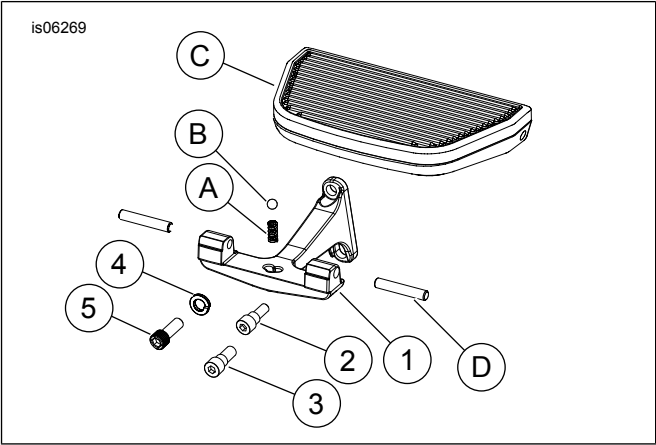

Figura 2. Peças de reposição: Suporte cromado do estribo do passageiro
Veja Figura 2 e Tabela 1.
1. Veja Figura 2 e Tabela 1. Com o estribo do passageiro (C) na posição para baixo, puxe o lado interno do coxim de borracha do estribo para fora do estribo para expor os pinos de articulação (D).
2. Puxe um pino de articulação para fora do furo do suporte articulado no compartimento central da base do estribo, remova o pino e deixe-o separado. Repita para o segundo pino. Tomando cuidado para não perder a esfera de retenção com mola (B) na parte inferior, separe o conjunto do estribo. Remova a esfera de retenção e a mola (A), e separe-as.
1. Veja Figura 2. Insira o parafuso com rebaixo (2) ou (3) através da ranhura no suporte do estribo (1). Aperte com torque de 5–8 N·m (48–72 in-lbs).
- a. **Modelos ano 2010 e posteriores:** Insira o parafuso com rebaixo de 5/16 pol. (2) no furo **mais baixo** no suporte traseiro do braço oscilante do quadro.
- b. **Modelos ano 2009 e anteriores:** Insira o parafuso com rebaixo de 3/8 pol. (3) no **segundo furo mais baixo** no suporte traseiro do braço oscilante do quadro.
2. Na altura desejada, instale o parafuso Allen hexagonal superior (5) e a arruela de pressão (4) através do suporte do estribo (1). Aperte o parafuso com torque de 49–56 N·m (36–42 ft-lbs).